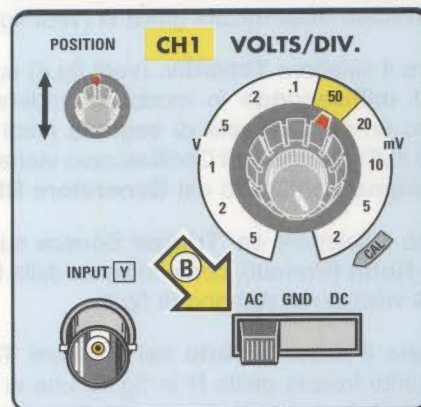

Fig.2 Ruotate il selettore dei Volts/div. sulla portata 50 millivolt e poi spostate la leva indicata dalla freccia gialla B su AC.
- ruotare il selettore **Volts/div.** del canale **CH1** sulla portata **50 millivolt/div.** (vedi fig.2) e porre la levetta del selettore **AC-GND-DC** del canale **CH1** sulla posizione **AC** (vedi freccia **B**);
Abbiamo scelto per la manopola **Volts/div.** del canale **CH1** (vedi fig.2) una **sensibilità di 50 millivolt** perchè, anche se si dispone del più economico **Generatore RF**, dalla sua uscita si preleverà sempre un segnale di circa **400-500 millivolt**.